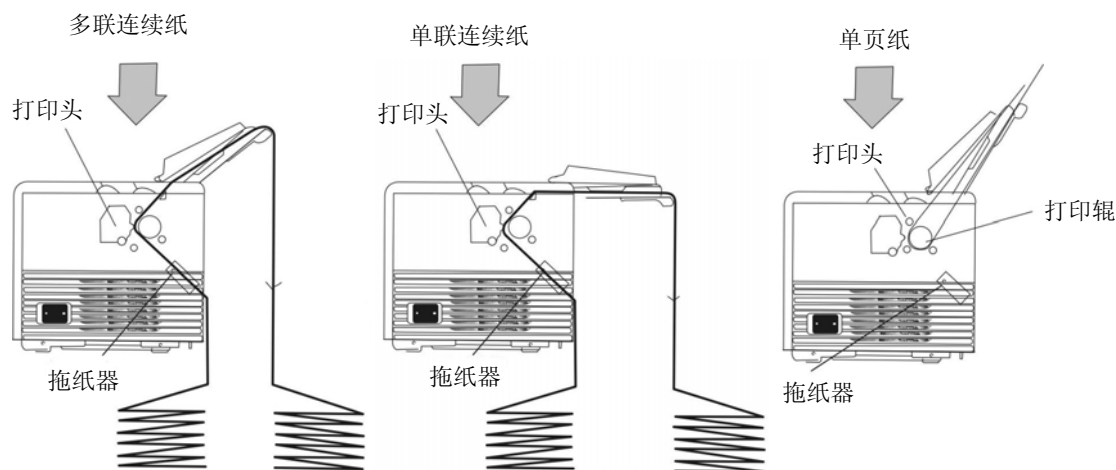

图 2-5 放置导纸板
3. 使用单页纸时，把导纸板竖起；而在使用连续纸时，则把它平放（如图 2-5 所示）。